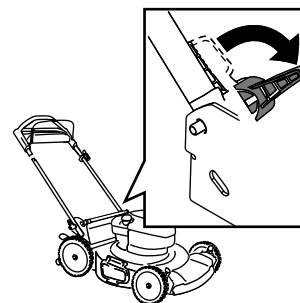

Figure 21
3. Ouvrez les verrous (Figure 21).